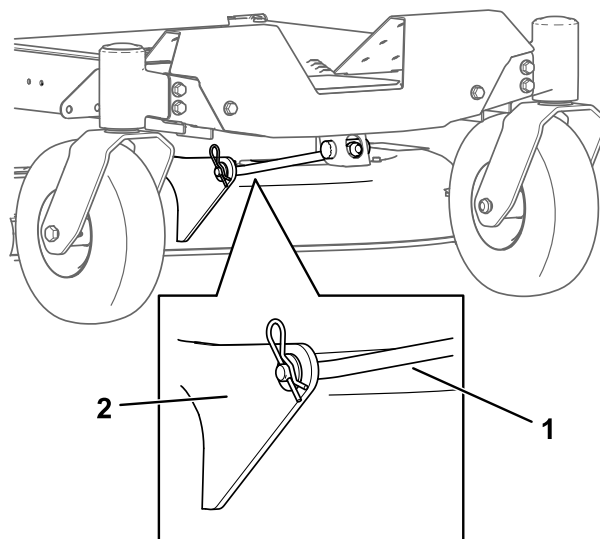

Figura 72
5. Îndepărtați tiftul în formă de agrafă de pe tija de sprijin din faă i scoatei tija din suportul pentru punte (Figura 72).
- Fixați tija de sprijin față de puntea mainii de tuns iarba cu tiftul cu cap și gaură și tiftul în formă de agrafă (Figura 72).